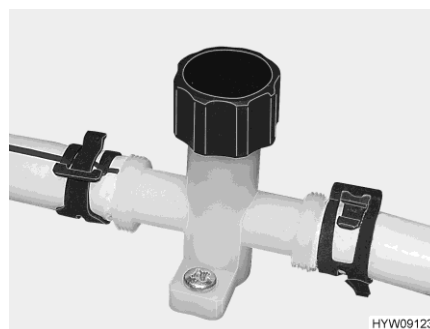

Fig. 132 Llave de desagüe (tubería de agua)
- Abrir todas las llaves de desagüe (Fig. 132).